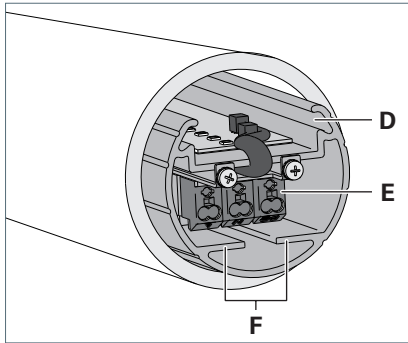

Fig. 9: Trägerprofil und Klemme.
- ▶ Ziehen Sie das Trägerprofil **D** etwas aus der Leuchte heraus, siehe Fig. 9.